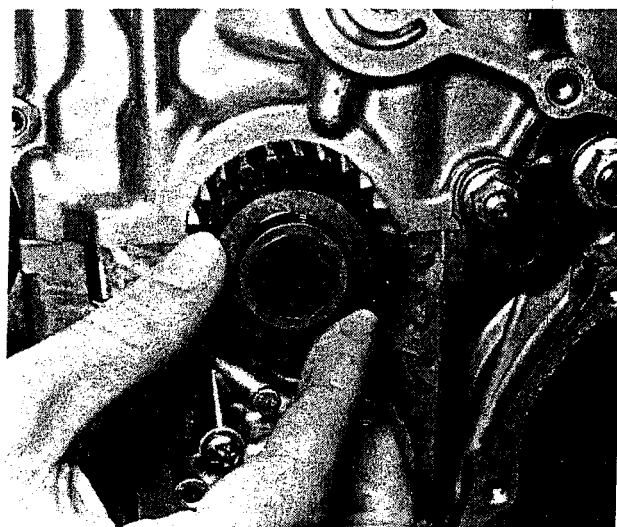

Bild 128
- Die innenverzahnte Scheibe auf den Kurbelwellenstumpf schieben, so dass die abgeschrägte Seite zum Motor liegt, darüber das Primärtriebszahnrad einführen (Bild 128).